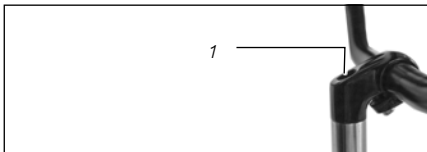

Abb.:24
1. Nehmen Sie die Kappe an der Oberseite des Lenkervorbaus mit Innenklemmung nach oben hin ab (siehe „Abb.:24 (1)“).